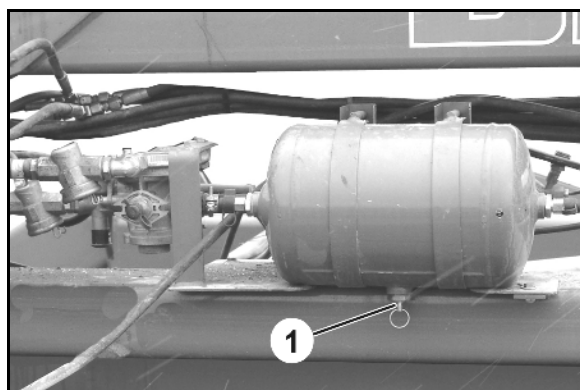

Рис. 82
3. Водоспускной кран тяните за кольцо (Рис. 82/1) в боковом направлении так долго, пока вода не перестанет выходить из ресивера.
Ресивер (Рис. 82/1) не должен: